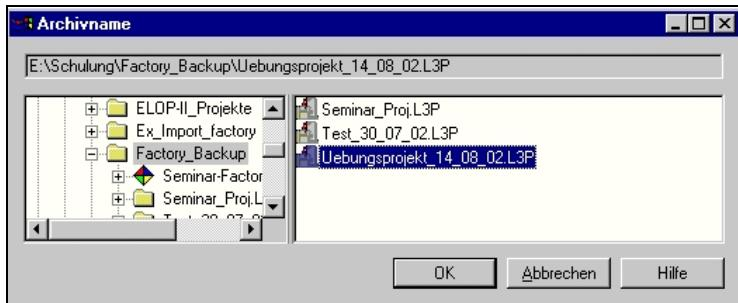

Abb. 188: Archiv auswählen
- Klicken Sie auf die Schaltfläche **Durchsuchen...** (für das „Zielverzeichnis“), um den Pfad in einem Auswahlfenster (Abb. 188) per Mausklick zu bestimmen.
- Klicken Sie auf die Schaltfläche **Durchsuchen...** (für den Archivnamen), um den Pfad in einem Auswahlfenster (Abb. 188) per Mausklick zu bestimmen.